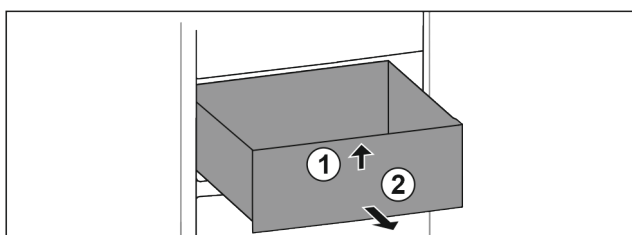

Fig. 99
- Tõstke sahtel eest üles. Fig. 99 (1)
- Võtke sahtel ettepoole välja. Fig. 99 (2)